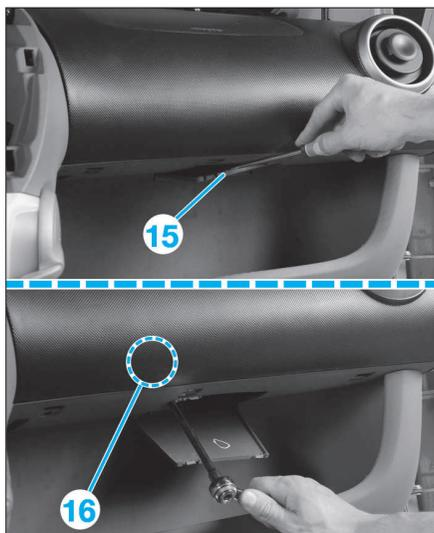

FIG. 48
• A droite de la planche de bord, décliper le cache (15) (Fig.48), puis déposer la vis de fixation (16) de l'airbag passager. Celui-ci est fixé sur la traverse en acier de planche de bord